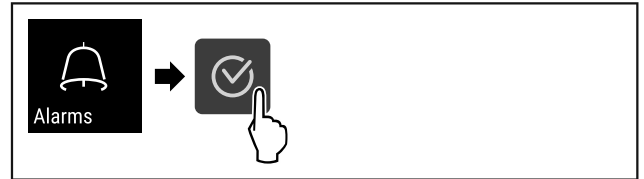

Fig. 103
- ▶ Obavite korake postupka (pogledajte Fig. 103) .